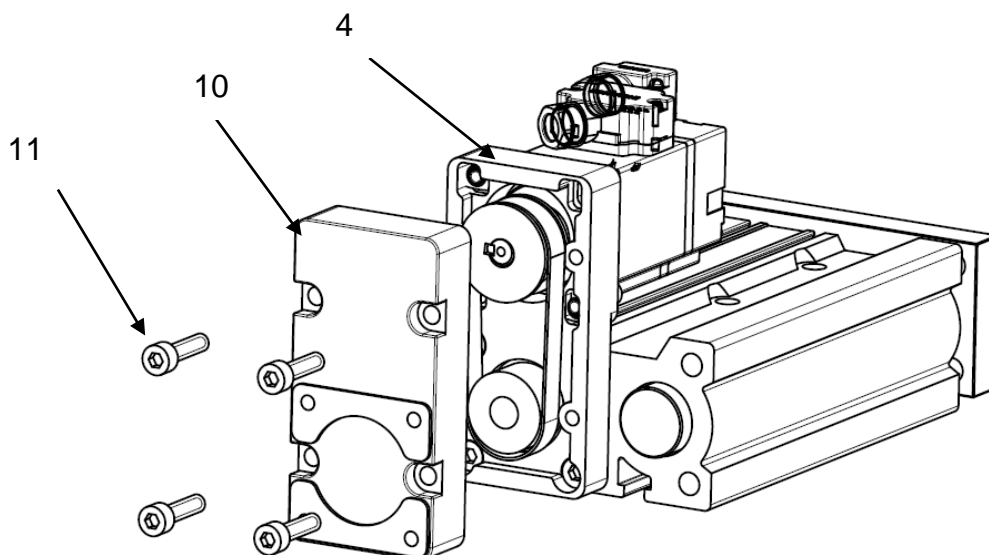

Рисунок 13 – Монтаж крышки на корпус.
5) установить крышку (поз. 10) на корпус (поз. 4) с собранным блоком шкивов. Закрепить крышку (поз. 10) при помощи винтов (поз.11) (см. рисунок 13).